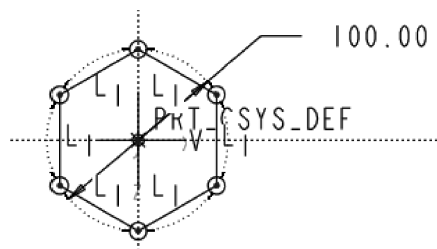

图 4-45 约束中心
(15) 单击【草绘器工具】工具栏【约束】工具箱中的【重合】按钮 ，在图形区分别选择正六边形的外接圆圆心和坐标系 PRT_CSYS_DEF，使其重合，最后的截面图形如图 4-45 所示。